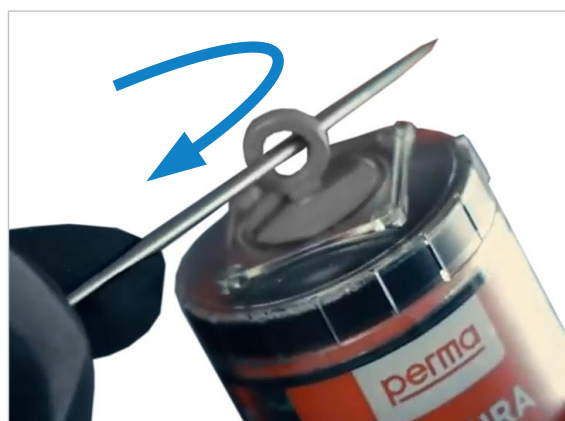

Figure 91 : vis d'activation
- Ouvrir la porte de service (avant) et dévisser le graisseur automatique usagé (S).
- Retirer le capuchon de la nouvelle cartouche. Décharger le lubrifiant en vissant la vis d'activation à l'aide d'un outil approprié, jusqu'à ce que l'anneau soit arraché (voir ⇒ Figure 91 à droite).